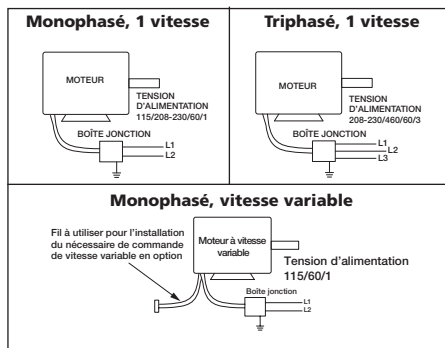

Figure 7 — Schéma de câblage typique
9. Poser et câbler le sectionneur de sécurité sous le capot de ventilateur et câbler le moteur conformément au schéma de câblage. Voir Raccordement électrique, Figure 7, page 6. Câbler les commutateurs de commande au niveau du sol.
10. Poser et câbler le sectionneur de sécurité sous le capot de ventilateur et câbler le moteur conformément au schéma de câblage sur le moteur. Câbler les commutateurs de commande au niveau du sol. Voir Raccordement électrique, page 6, Figure 7.
**REMARQUE :** Voir le schéma de câblage à la Figure 7.